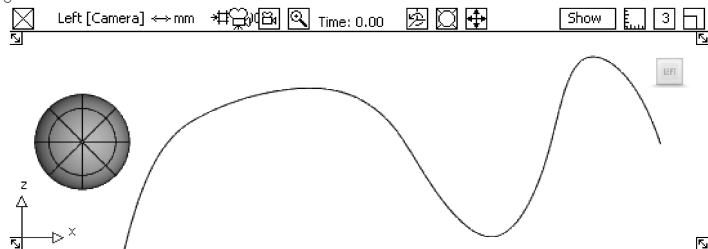

图 7-41 创建圆球体与曲线
- 01 在视图窗口中创建一个圆球体和一条曲线, 为创建运动路径动画做准备, 如图 7-41 所示。